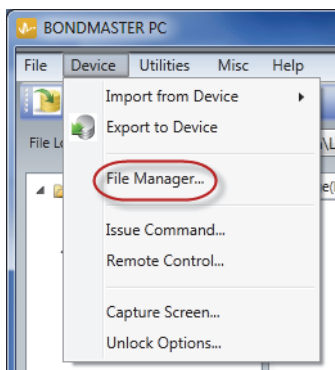

Рис. 7-16 Команда File Manager (Диспетчер файлов)
- ◆ В меню **Device** программного обеспечения BondMaster PC выберите **File Manager** [Диспетчер файлов] (см. Рис. 7-16 на стр. 218).